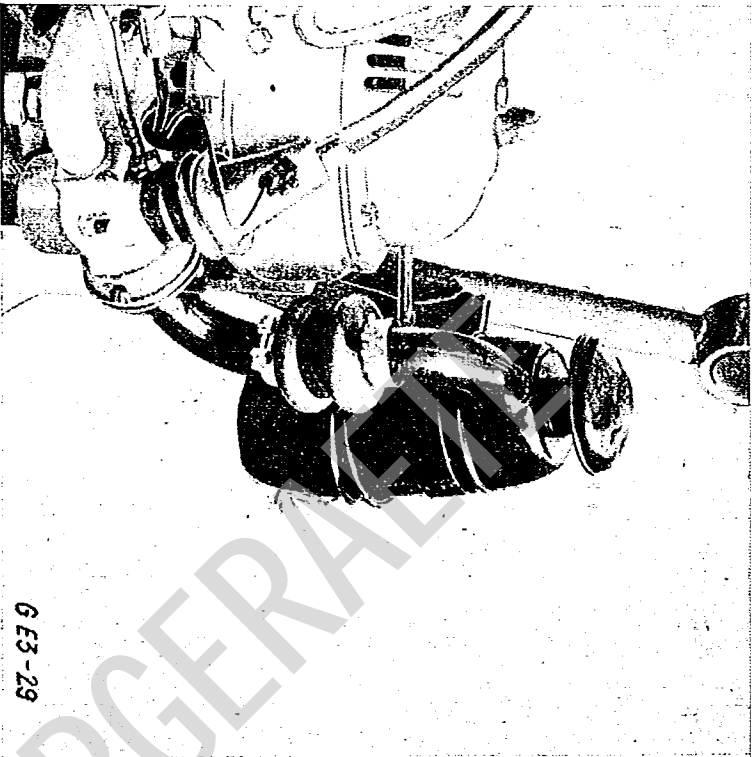

Bild 3. Ölbad-Luftfilter
**1. Ölbad-Luftfilter** (siehe Bild 3): Nach 20 Betriebsstunden oder bei starkem Staubanfall täglich Ölstand kontrollieren und bei Verschmutzung Öl erneuern – Ölschlamm mit Holzspan auskratzen, Motorenöl SAE 40 oder 50 bis zur Marke auffüllen (siehe Filter-Wartungsanleitung).